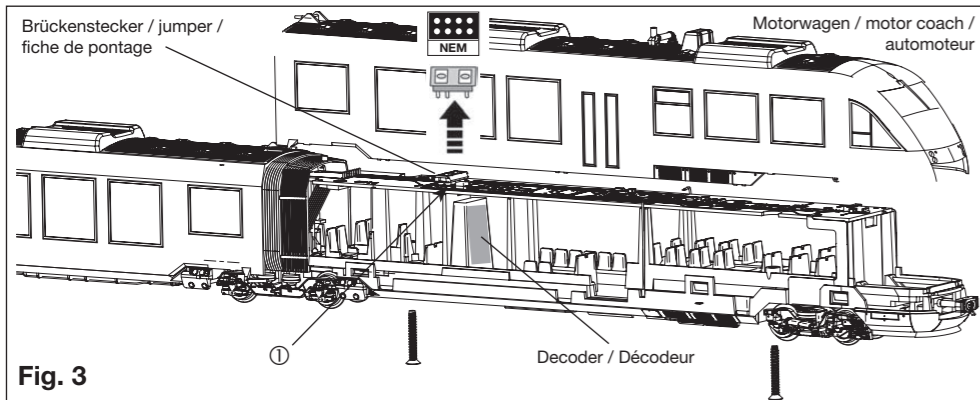

Fig. 3
Gehäuse öffnen (Fig. 3, 5):
Decodereinbau (Fig. 3):
Auf die markierte Fläche (Fig. 3) im Motorwagen kann ein DCC-Decoder (z.B. FLEISCHMANN 10894) mit 8-poliger Schnittstelle nach NEM 652 geklebt werden. Brückenstecker auf der Leiterplatte herausziehen und Stecker des Decoders dafür einstecken.
Opening (Fig. 3, 5):
Installing a decoder (Fig. 3):
On the cross-hatched surface, see fig. 3, in the motor coach, a DCC-decoder (for example FLEISCHMANN 10894) equipped with an 8-pole interface plug according to NEM 652 can be glued. Pull out the jumper plug out of the interface socket and connect the decoder's plug instead. Take care that the markings ① on the plug and the socket are positioned on the same edge. Please follow the instructions of the respective decoder for installation!
Ouverture du boîtier (Fig. 3, 5) :
Montage du décodeur (Fig. 3) :
La surface hachurée (fig. 3) de l'automoteur est prévue pour coller un décodeur DCC (par exemple FLEISCHMANN 10894) équipé d'un connecteur à 8 pôles normalisé NEM 652. Retirer le pontage du circuit imprimé et brancher le connecteur du décodeur à sa place. Veiller pour cela à ce que les contacts "①" de la platine et du connecteur soient en regard. Pour le montage, se référer aux instructions de service du décodeur en question!